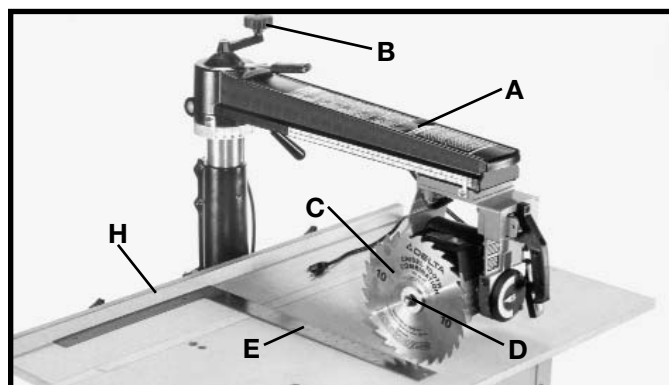

Fig. 32
2. Posicione las tablas de guía con la tabla de guía de 1-3/4 pulg. de ancho (H) Fig. 32 en la posición posterior, conforme a lo ilustrado.
3. Levante el brazo guía (A) Fig. 32 haciendo girar la palanca de elevación (B) hasta que la hoja (C) puede ensamblarse sobre el eje del motor. Apriete entonces la tuerca del árbol (D) utilizando las llaves suministradas.
4. Coloque una escuadra de enmarcar (E) Fig. 32 contra la guía (H) y la hoja (C) conforme a lo ilustrado, y baje el brazo guía (A) hasta que la hoja quede justo por encima de la superficie de la mesa.